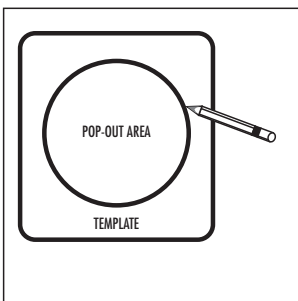

FIGURE 10a
- Using the template, trace the installation location with a pencil. You can do this by holding the template in your preferred location and tracing around it (rectangle) or within the template pop-out area (round). Use a level to make certain the template is straight and plumb. This is the exact cutout size [figures 10a & 10b].
- À l'aide du gabarit, tracez l'endroit de l'installation avec un crayon. Vous pouvez accomplir cette tâche en tenant le gabarit sur l'endroit choisi et en traçant autour (rectangle) ou en traçant à l'intérieur de la zone détachable du gabarit (ronde). Utilisez un niveau pour vous assurer que le gabarit est bien droit et de niveau. C'est la grandeur exacte de l'embrasure [figures 10a & 10b].